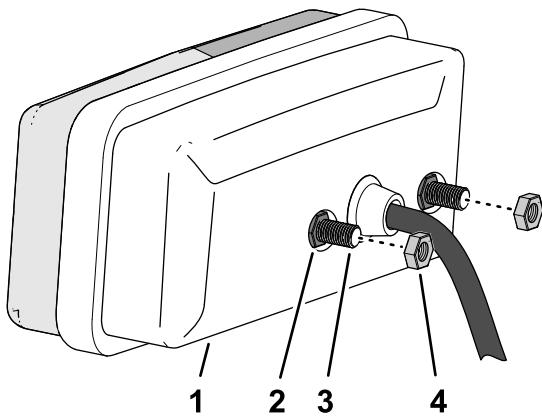

Figure 57
- Retirez les 2 écrous (5 mm) de chaque feu arrière (Figure 57).